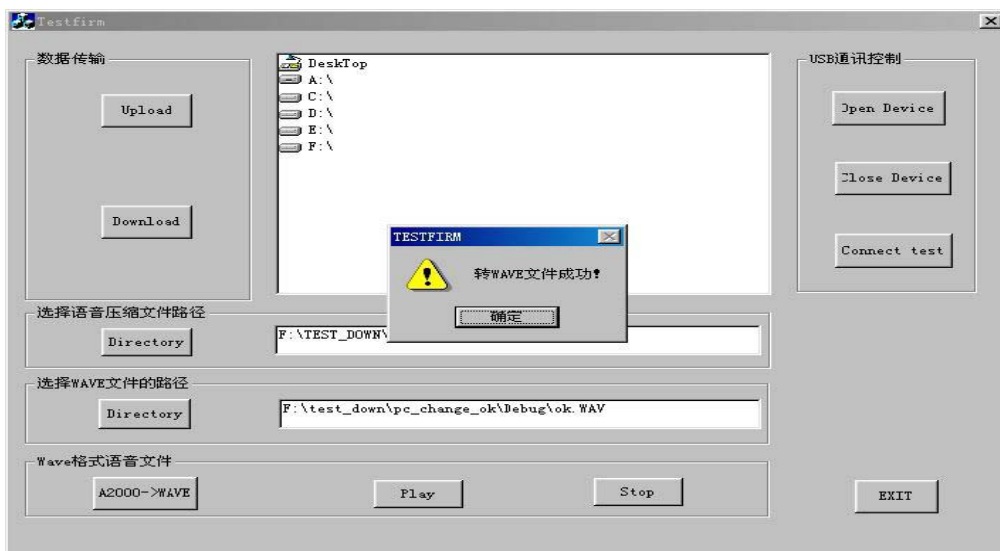

图12 A2000 转 Wave 文件
- 2) 点击“A2000→WAVE”的按钮，出现如图 12 中所示的提示框。